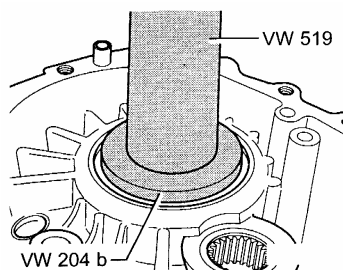

图 12-99 压入大圆锥滚柱轴承外圈
(12) 压入大圆锥滚柱轴承外圈时，较小直径的专用工具 VW 204b 朝向外圈，如图 12-99 所示。